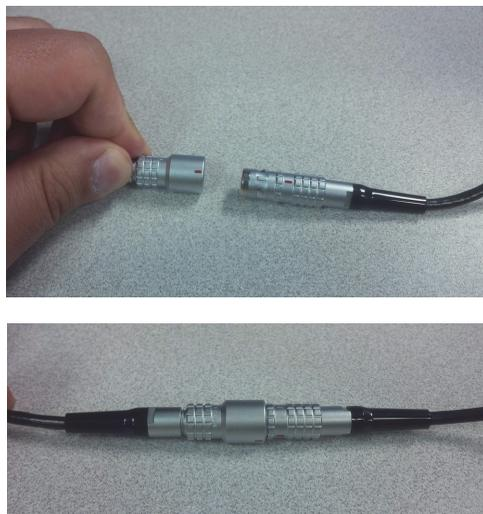

图 2-9 连接编码器线缆的两个部分
4. 连接编码器线缆的两个部分，要对齐连接器中的红点（参见第 32 页的图 2-9）。